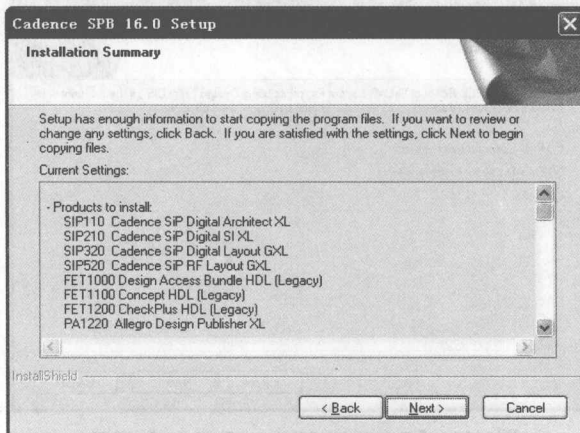

图1-24 安装概览窗口
(20) 单击 **Next >** 按钮，出现安装概览窗口，如图 1-24 所示。